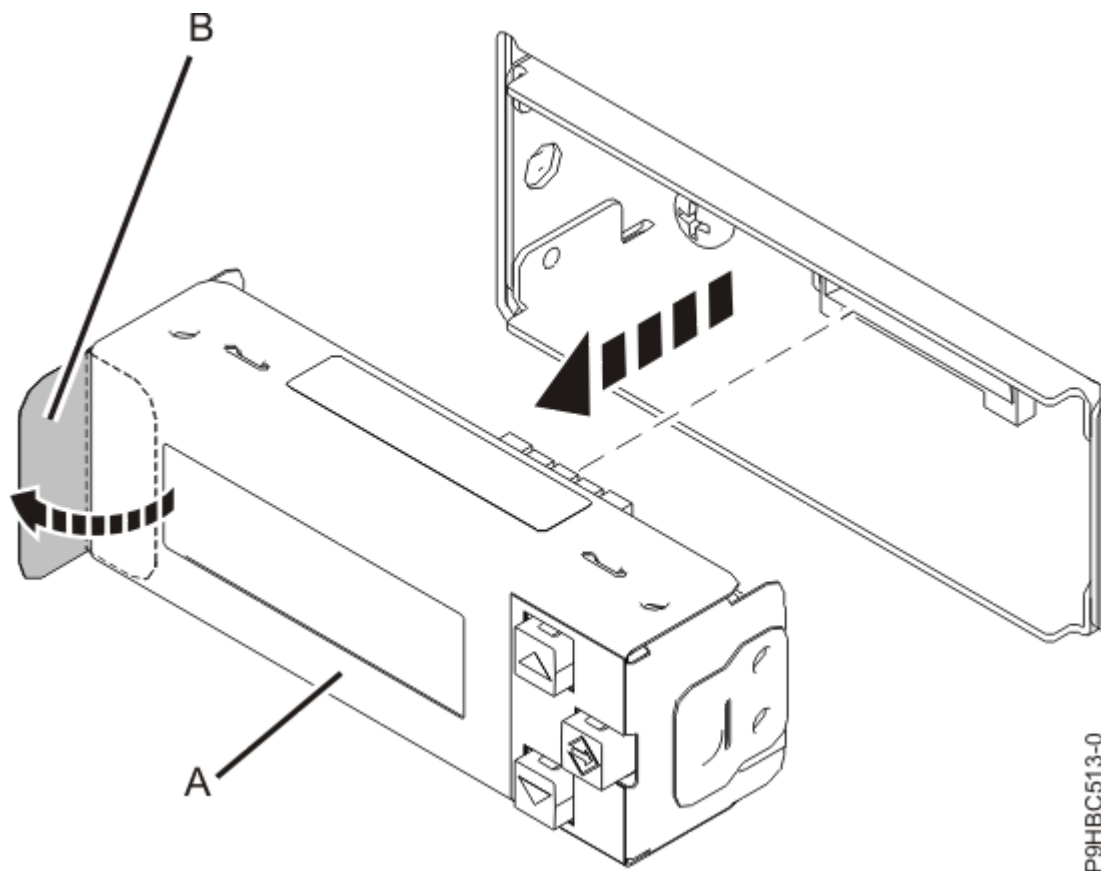

Abbildung 55. Steuerkonsolenanzeige ausbauen
4. Bauen Sie die Steuerkonsolenanzeige **(A)** aus, indem Sie an der Lasche **(B)** ziehen (siehe Abbildung 55 auf Seite 61).